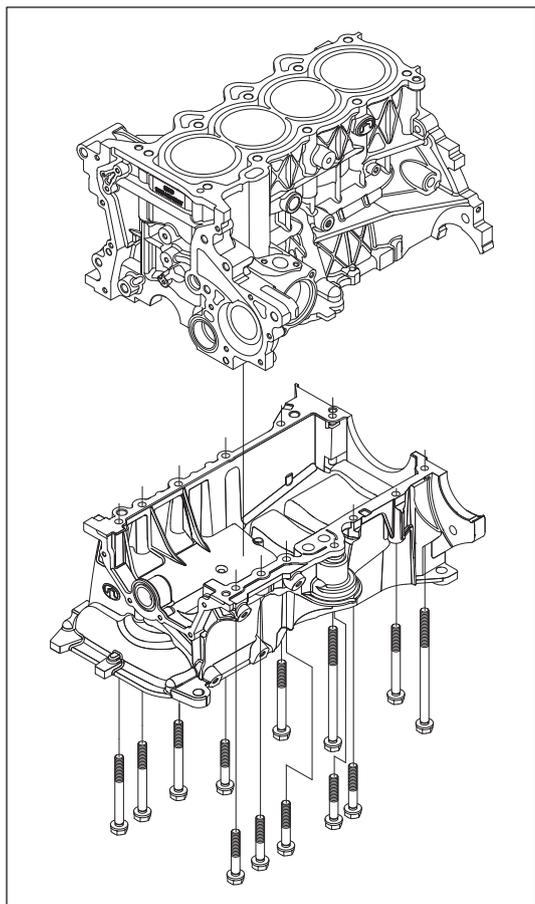

Рис. 13-4-2. Снятие болтов крепления нижней части блока цилиндров
(1) Снятие нижней части блока цилиндров
- б) Снять болты с плоской шайбой (M8×45, M8×80 и M8×140) для крепления нижней части блока цилиндров, см. Рис. 13-4-2.